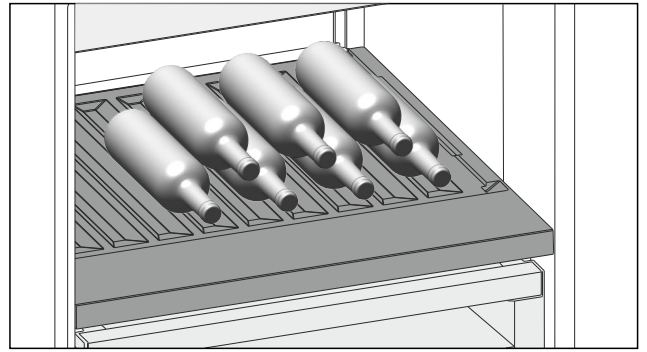

Fig. 99
- ▶ Introduzca las botellas con la base orientada hacia la pared posterior. (consulte Fig. 99)